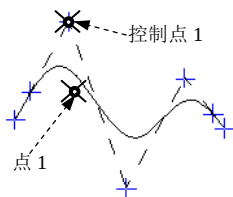
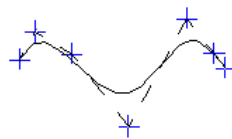
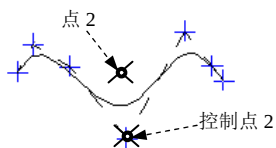
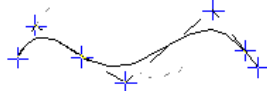

图 3.13.46 调整控制点 1
图 3.13.47 调整控制点 1 后
图 3.13.48 调整控制点 2
图 3.13.49 调整控制点 2 后
Step4. 调整控制点。在图 3.13.46 所示的控制点 1 位置单击，然后拖动鼠标至点 1 位置并单击鼠标左键，结果如图 3.13.47 所示。在图 3.13.48 所示的控制点 2 位置单击，然后拖动鼠标至点 2 位置并单击鼠标左键，结果如图 3.13.49 所示。